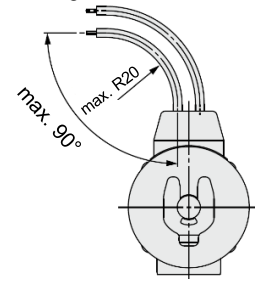

Abb. 4. Durchbiegung des Anschlusskabels
- Die Biegung der Anschlusskabel darf bei einem Radius von weniger als 20 mm 90° nicht überschreiten, da sonst Beschädigungen auftreten können. Siehe Abbildung 4.